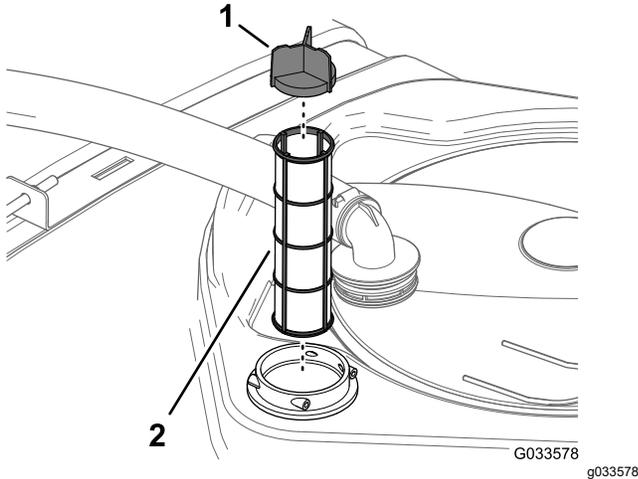

Figura 60
- Retire el filtro de aspiración usado de la carcasa del filtro en el depósito (Figura 60).